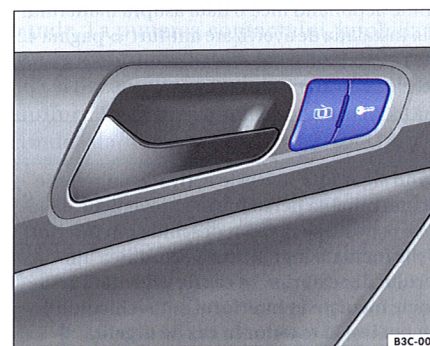

Fig. 29 Imagine din ușa conducătorului: Tasta închiderii centralizate
– Apăsați tasta ⇒ fig. 29 (Q) ⇒ ⚠.